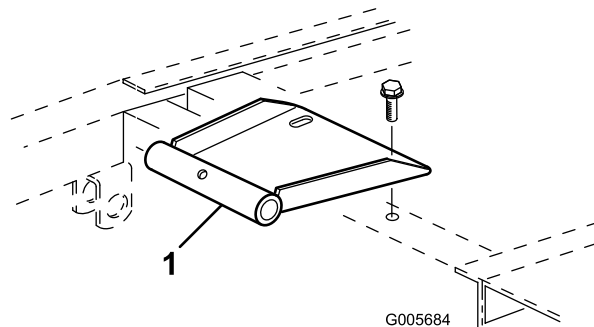

Figure 8
2. Fixez le support de pivot du siège au bâti avec 2 vis à embase fournies avec le kit (Figure 8).
4. Fixez le support de pivot du siège au bâti avec (2) vis à embase fournies avec le kit (Figure 8).